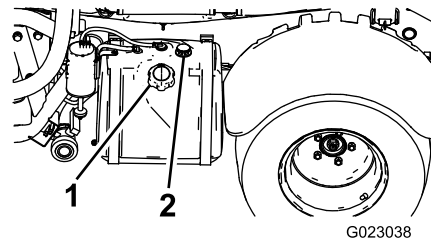

Bild 12
2. Reinigen Sie den Bereich um den Tankdeckel (Bild 12).